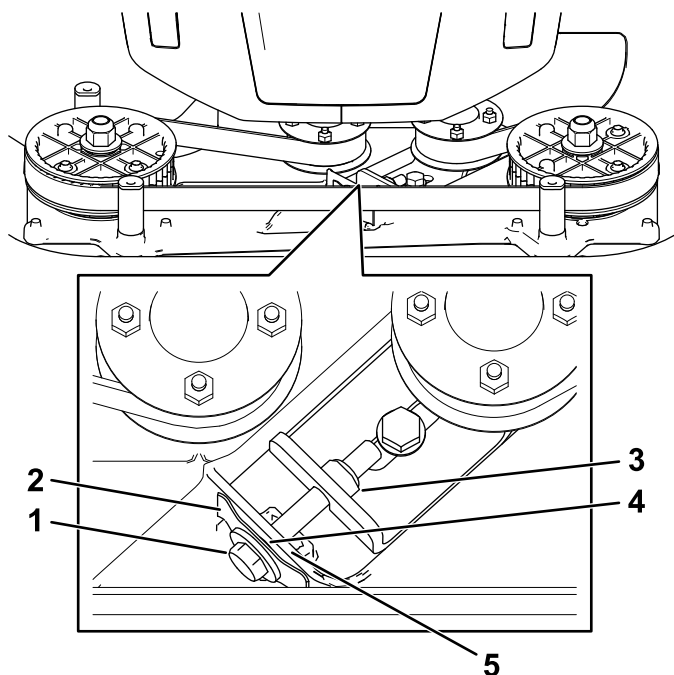

Figura 25
**Nota:** Se il gioco tra calibro e molla è visibile, serrate il bullone e il dado di regolazione in modo che la carta scorra con difficoltà attraverso il gioco (Figura 25).